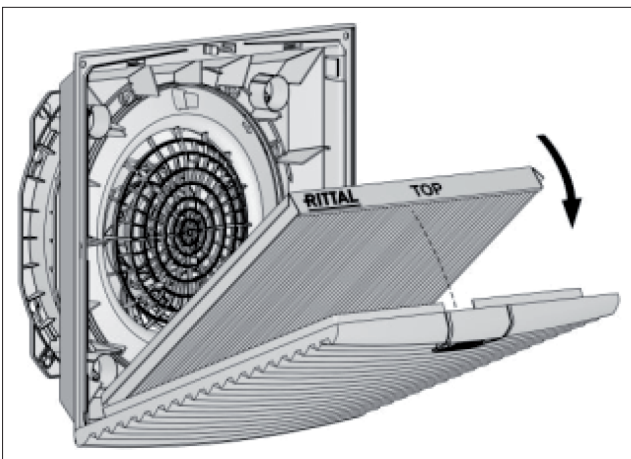

Fig. 7 : insérer le filtre plissé IP 54
- Insérer le filtre plissé dans la grille à lamelles. L'inscription « Top » indique le sens d'insertion (voir fig. 7).